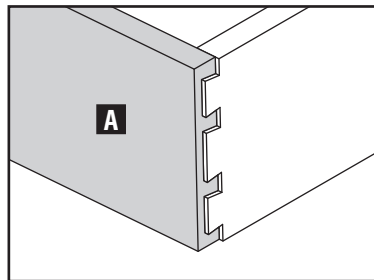
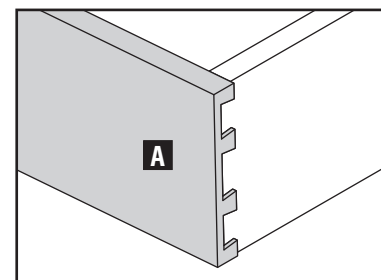

Fig. E15
Fig. E16
Si el grano grueso de la tabla con espiga (A) está embutido (demasiado bajo, como se muestra en la Fig. E15) o el encaje está muy sobresalido (demasiado alto, como se muestra en la Fig. E16), la plantilla puede ajustarse.